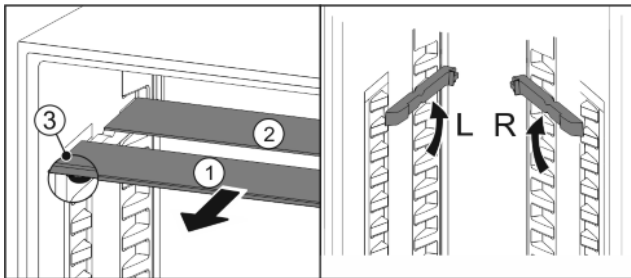

Fig. 18
- ▶ Glasplatten einzeln nach vorne herausziehen Fig. 18 (1).
- ▷ Glasplatte Fig. 18 (1) mit den Auszugsstopp liegt vorne.
- ▷ Stopps zeigen nach unten Fig. 18 (3).